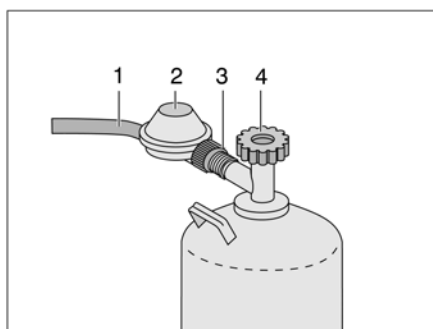

Fig. 225 Raccordo bombola del gas
- Chiudere la valvola principale di arresto (Fig. 225,4) della bombola del gas. Osservare la direzione della freccia.
- Tenere fermo il regolatore della pressione del gas (Fig. 225,2) e svitare il dado zigrinato (Fig. 225,3) (filettatura sinistrorsa).
- Rimuovere il regolatore della pressione del gas con il tubo del gas (Fig. 225,1).
- Applicare il regolatore della pressione del gas (Fig. 225,2) con il tubo del gas (Fig. 225,1) sulla bombola del gas e serrare a mano il dado zigrinato (Fig. 225,3) (filettatura sinistrorsa).